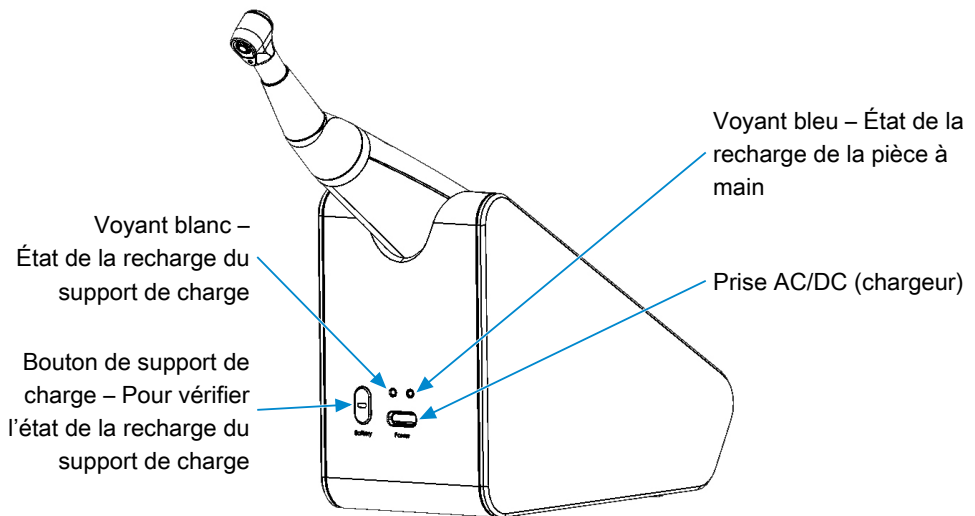

Fig. 2 : Vue arrière
- Branchez le câble du chargeur à la prise de recharge du support de charge (voir [► Fig. 2]). Branchez le chargeur au secteur.